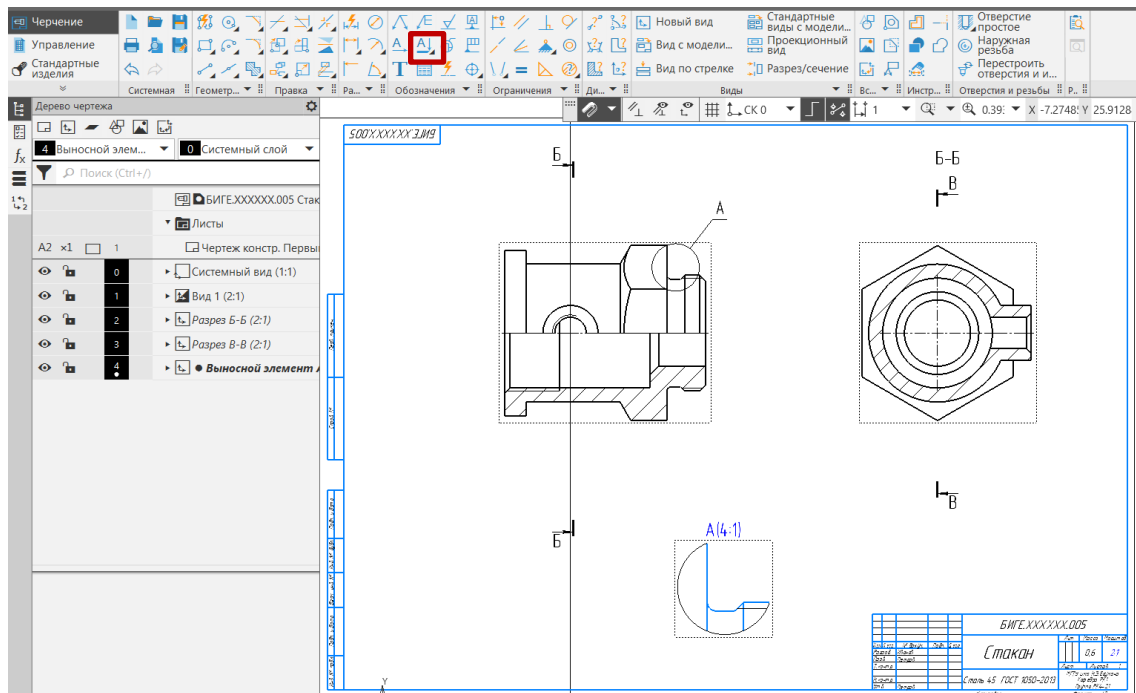

Рис. 26 Выносной элемент
- **Черчение – Обозначения – Выносной элемент** (рис. 26). Выносной элемент использовать для увеличенного изображение проточки (резьба М42х2).